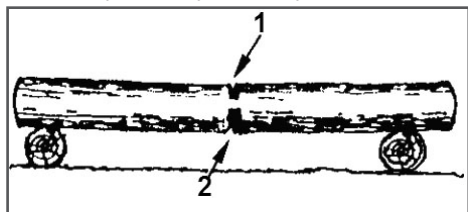

Рис. 15 Пропилы при раскряжевке дерева на двух опорах
1. Бревно лежит на двух опорах (Рис. 15). Разгрузочный пропил (1) на  $1/3$  бревна делается сверху. Основной пропил (2) делается снизу навстречу разгрузочному пропилу.